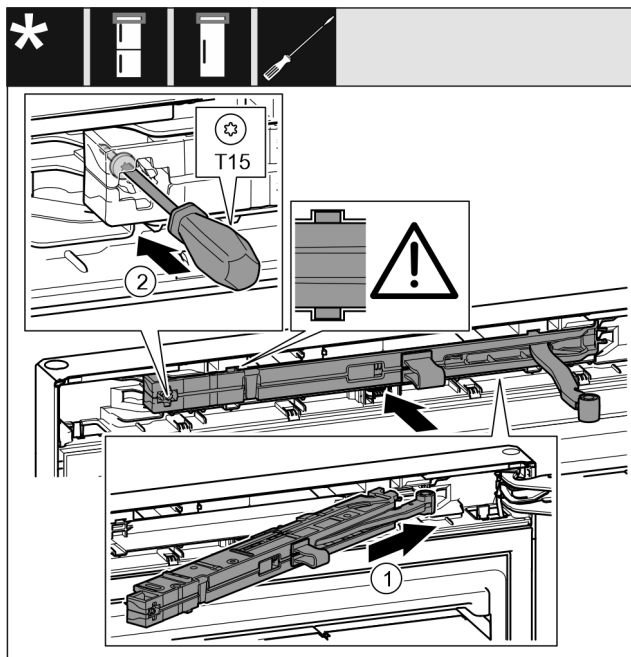

Fig. 30
- ▶ Jednotku tlumiče zavírání Fig. 30 (1) na straně stojanu ložiska zasuňte až na doraz šikmo do vybrání.
- ▶ Šroubovákem šroub Fig. 30 (2) pevně utáhněte.